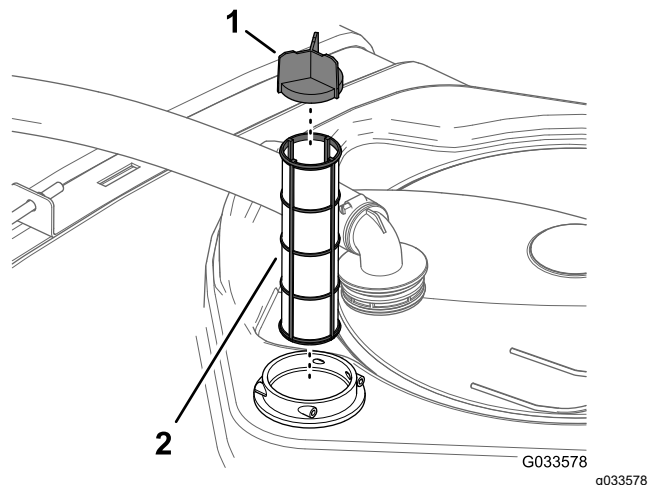

Figure 110
4. Retirez l'ancien filtre d'aspiration de son logement dans la cuve (Figure 110).